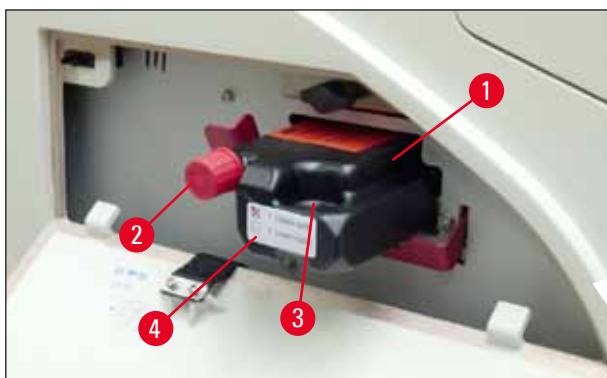

Abb. 57
- Die Schutzfolie entfernen und die Kartusche etwa bis zur Hälfte in den Kartuschenschacht schieben (→ "Abb. 57").